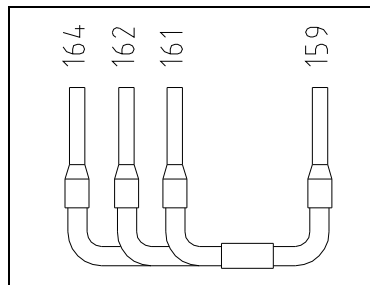

Figure 2.2 : Installation AE45/8
6. Installez la résistance AE45/8 sur les bornes (figure 2.2 ci-dessous), en vous assurant que tous les fils sont correctement fixés.